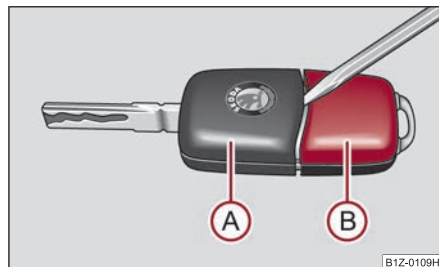

Fig. 40 Desfacerea cheii cu telecomandă
Fiecare cheie cu semnal are în componență o baterie, care se găsește în capacul ② al carcasei emițătorului ⇒ fig. 40. Vă recomandăm să vă adresați unei unități service Škoda pentru înlocuirea bateriei cheii. Dacă doriți totuși să înlocuiți singur bateria, procedați în felul următor:
- Desprindeți cheia ① ⇒ fig. 40 cu ajutorul unei șurubelnițe subțiri de la carcasa ②.